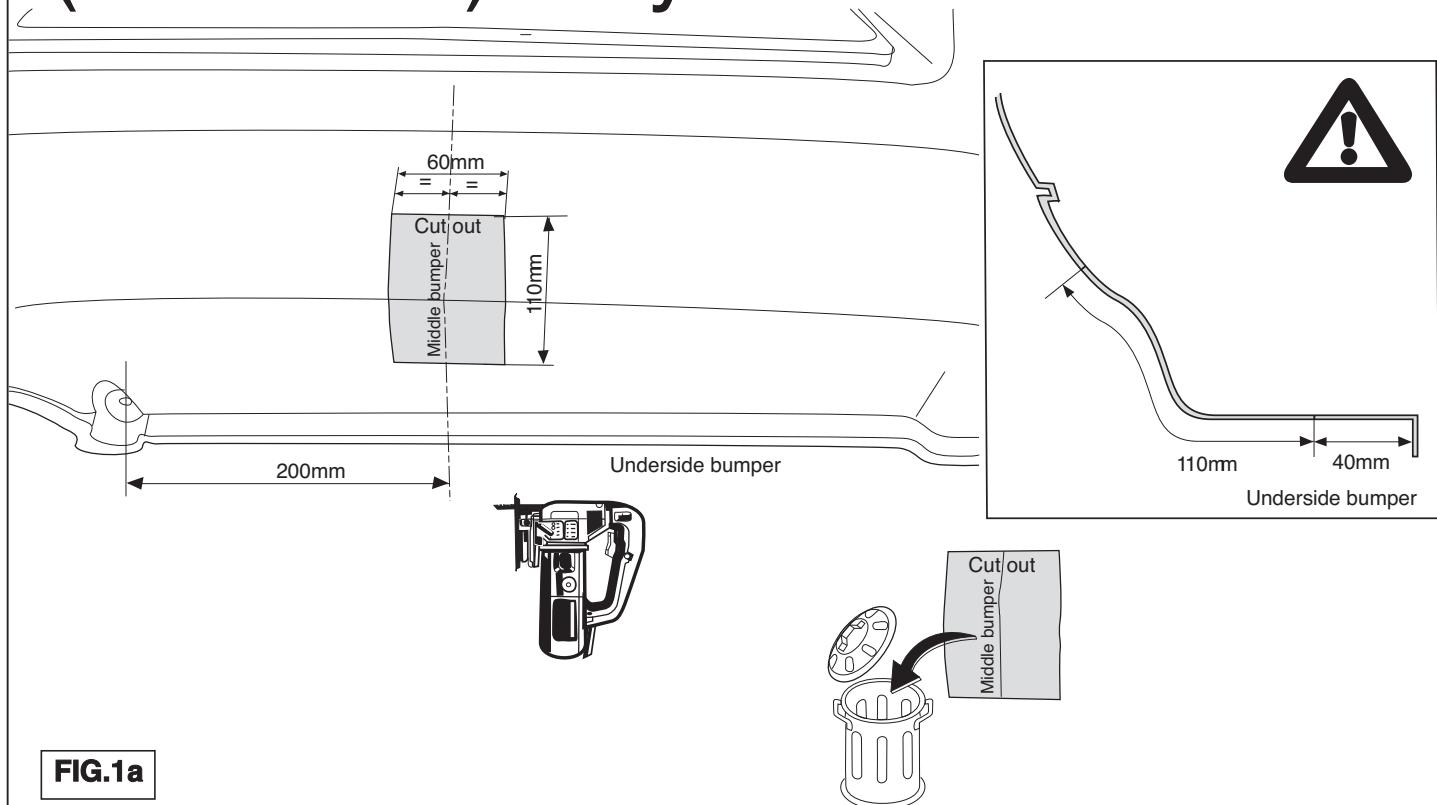
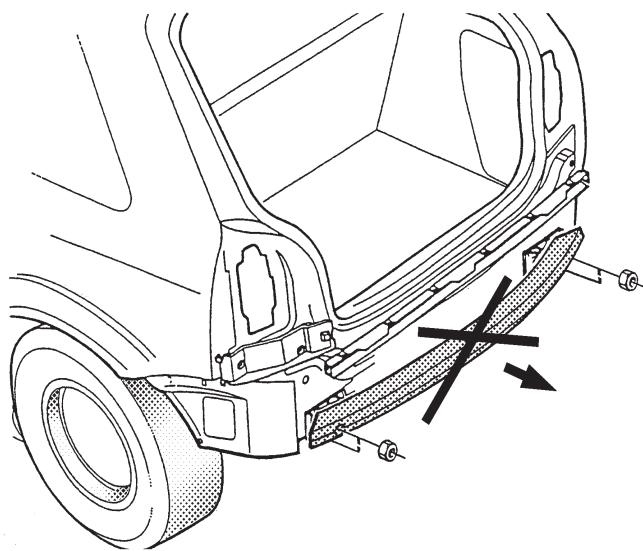

FIG.1a
FIG.2
3. Auf der Unterseite der Stoßstange einen Teil aus der Mitte gemäß Abb. 1a/1b herausschneiden. Das in Abb. 2 dargestellte Metallbefestigungsprofil entfernen. Das Profil wird nicht mehr angebracht.
3. Scier au centre de la partie inférieure du pare-chocs une partie correspondant à la figure 1a/1b Déposer le profilé de fixation métallique indiqué à la fig.2. Ce profilé ne sera pas remis en place.
Avlägsna monteringsprofilen av metall som anges i fig.2. Profilen förfaller.
- Sav en del ud af kofangeren midt på undersiden jf. fig. 1a/1b Fjern den på fig. 2 viste montageprofil af metal. Profilen anvendes ikke mere.
3. Serrar una parte de acuerdo con la figura 1a/1b en el centro del lado inferior del parachoques. Retirar el perfil de fijación metálico indicado en la fig. 2. El perfil no se vuelve a poner.
3. Segare via la parte indicata in figura 1a/1b dalla parte centrale inferiore del paraurti. Rimuovere il profilo metallico di fissaggio indicato in fig. 2. Il profilo non dovrà essere rimontato.
3. Wypilować zgodnie z rysunkiem 1a/1b odcinek w środkowej części od spodu zderzaka. Metalowy profil wzmacniający zdemontować (rys. 2). Profil ten nie będzie ponownie wykorzystywany.